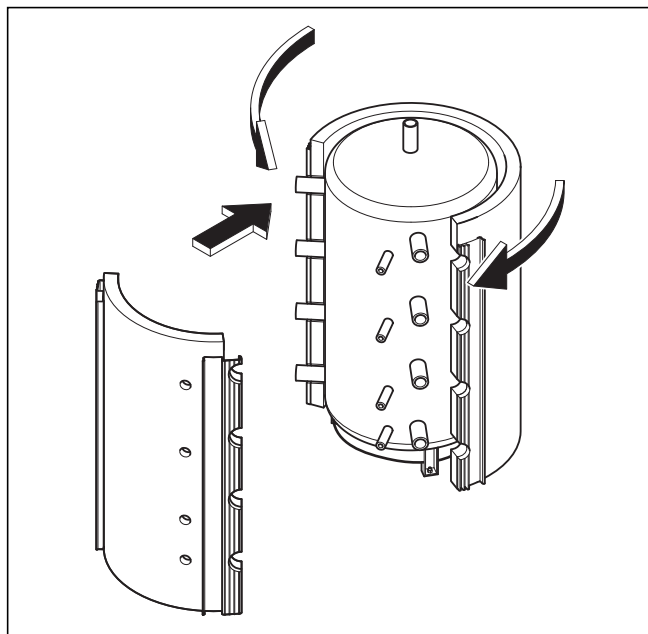

Fig. 4.8 Pose des coques d'isolation
- Entourez - à partir de l'avant - le ballon tampon de la grande coque d'isolation (avant) comme l'indique la fig. 4.8.